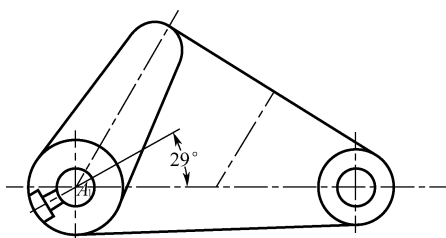

图 3-53 旋转图形 1
- 第五步，使用“旋转”命令，将图形 1 旋转  $29^\circ$ ，如图 3-53 所示。